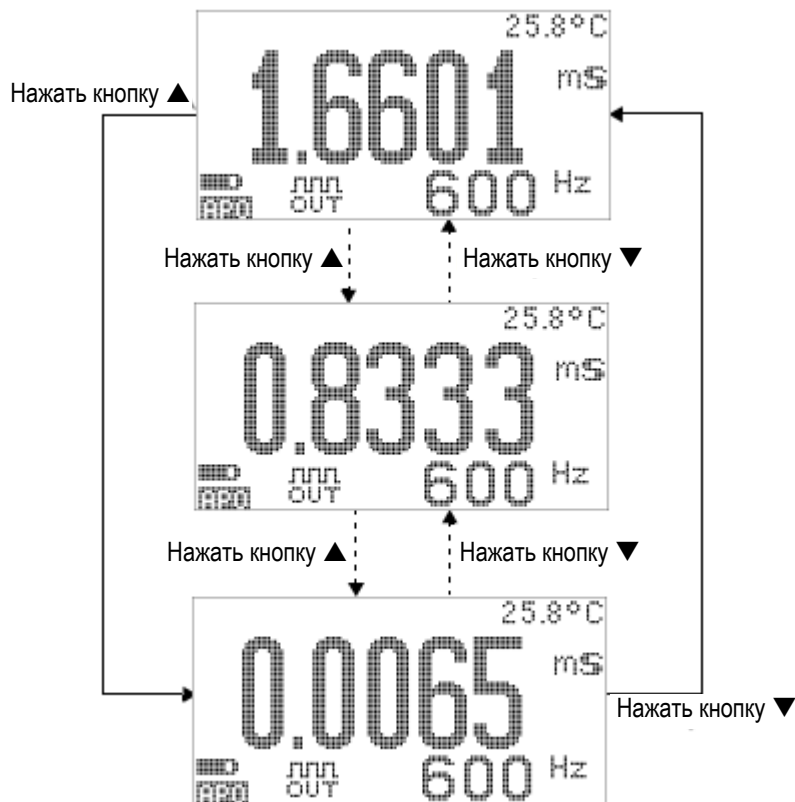

Рис. 3-14 Регулировка длительности импульсов выходного сигнала прямоугольной формы
3. Чтобы изменить значение длительности импульсов, нажимайте кнопки ▲ и ▼. Длительность импульсов можно устанавливать с дискретностью в 256 ступеней, причем размер каждой ступени равен $1/(256 \times \text{частота})$. На дисплее всегда индицируется 5 разрядов (от 9,9999 мс до 9999,9 мс) – см. рис. 3-14.